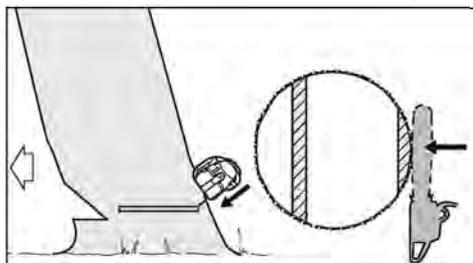

Рис. 29
- Защитный ремень с помощью вытянутых рук разделить снаружи вверх под наклоном (рис. 29)